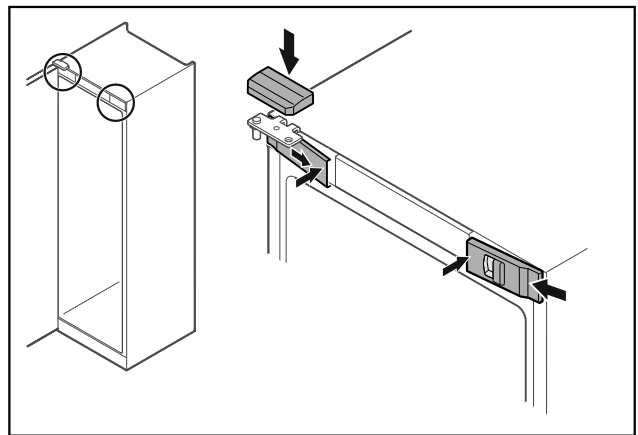

Fig. 46 \*
- Futni nga anash kapakët mbulues të përparmë Fig. 46 (1) dhe mbërthejini nga brenda.\*
- Mbërtheni nga lart kapakun mbulues të sipërm Fig. 46 (2).\*